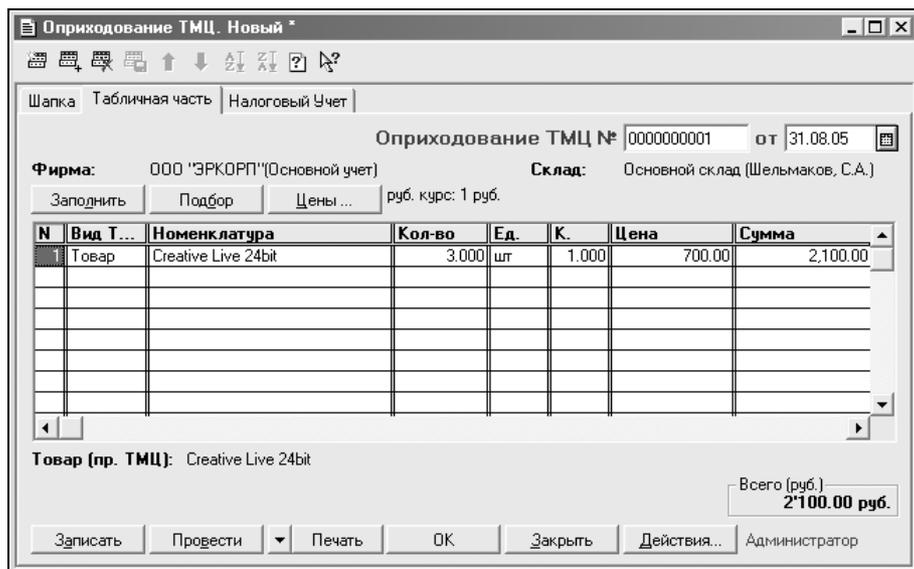

Рис. 6.111. Диалоговое окно Оприходование ТМЦ. Вкладка Табличная часть
9. В диалоговом окне **Оприходование ТМЦ** на вкладке **Табличная часть** (рис. 6.111) выполните следующее.